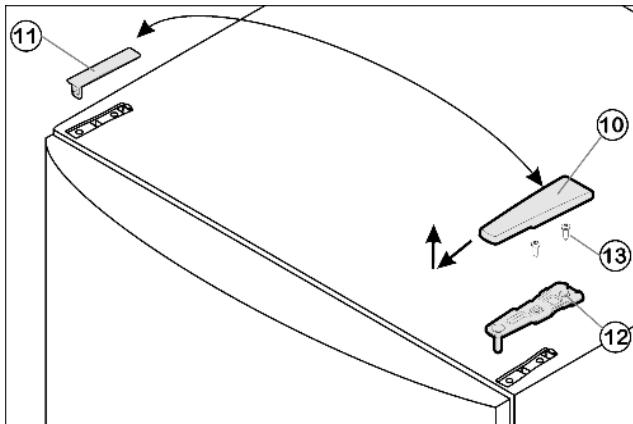

Fig. 4
- Потяните крышку Fig. 4 (10) вперед и вверх.
- Снимите крышку Fig. 4 (11).
- Открутите верхний опорный кронштейн Fig. 4 (12) (2 шт. Torx® 25) Fig. 4 (13) и вытяните вверх.
- ▶ Установите верхний опорный кронштейн Fig. 4 (12) на новой стороне шарнира и защелкните в дверце.
- ▶ Прикрутите верхний опорный кронштейн Fig. 4 (12) (**с моментом 4 Нм**) (2 шт. Torx® 25) Fig. 4 (13). При необходимости проделайте отверстия или используйте аккумуляторную отвертку.
- ▶ Защёлкните крышку Fig. 4 (10) и крышку Fig. 4 (11) на противоположной стороне.